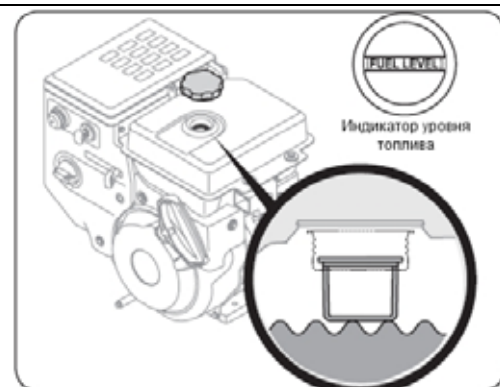

Рис. 10
2. Индикатор уровня топлива расположен в топливном баке. Заполняйте топливный бак, пока бензин достигнет индикатора уровня топлива (См. Рис.10). Будьте осторожны, не переполняйте.